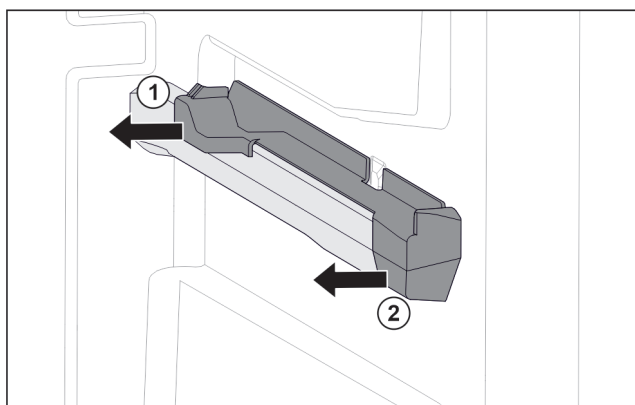

Fig. 102 Élément emboîtable sur la nervure de récipient droite
- ▶ Le retirer sur le côté par l'arrière. Fig. 102 (1)
- ▶ Le retirer sur le côté par l'avant. Fig. 102 (2)